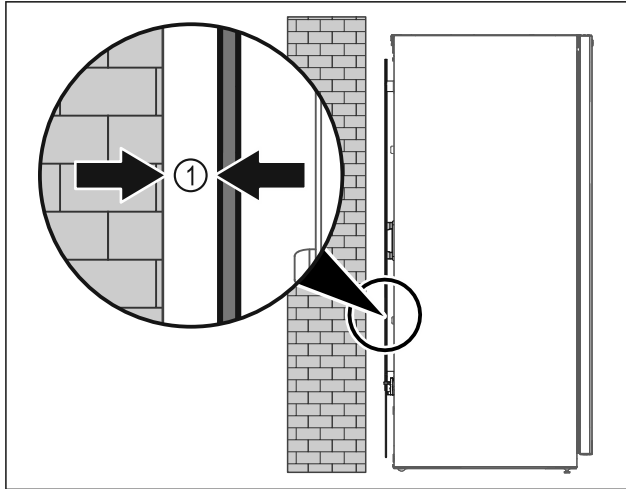

Fig. 10
- Instalar el electrodoméstico en medio de una sala o directamente arrimado a una pared con una distancia mínima de 5 mm Fig. 10 (1).